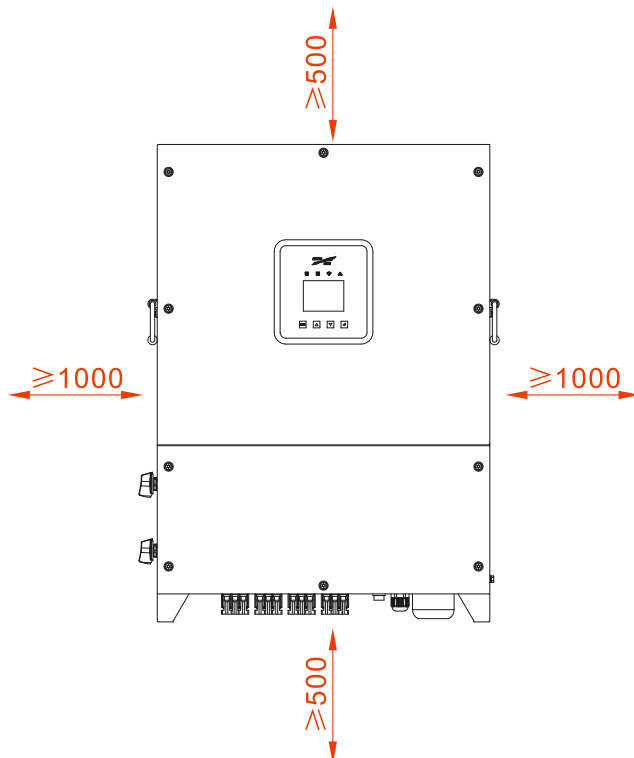
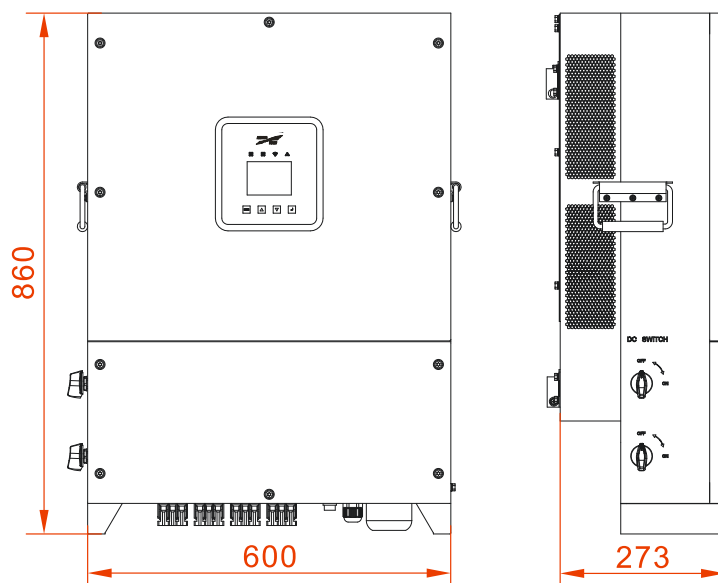

Figura 3-2 Afastamentos para instalação
Figura 3-4 As dimensões do inversor (Unidade: mm)
Mantenha um espaço de pelo menos 1000 mm do lado esquerdo e do lado direito do inversor para outros objetos, pelo menos 500 mm da parte superior do inversor ao teto e pelo menos 500 mm da parte inferior do inversor ao aterramento, o que é bom para dissipação de calor ou manutenção, conforme mostrado na Figura 3-2.
- Etapa 1 Determine o local de instalação de acordo com as dimensões do inversor (conforme mostrado em Figura 3-4) e os requisitos de espaço de instalação (conforme mostrado na Figura 3-2).